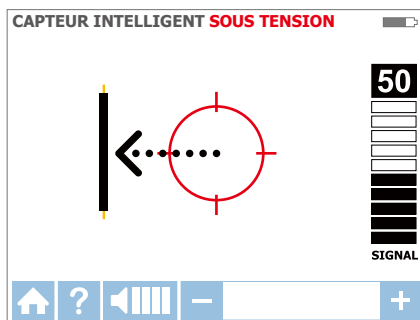

Figure 3.1e : Le fil est à gauche
4. Déplacez le récepteur dans la direction indiquée par la flèche à l'écran (Figure 3.1e).